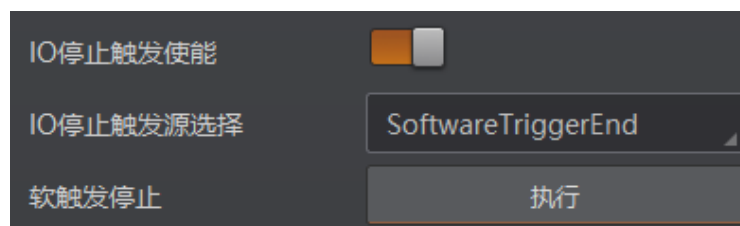

图3-39 I/O 软触发停止
- 当 IO 停止触发源选择 SoftwareTriggerEnd 时，可通过单击“执行”按钮停止触发，如图 3-39 所示。